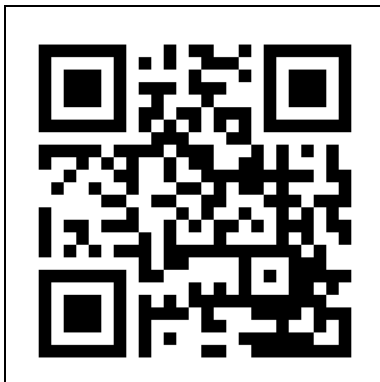

Figure 18
1. Ouvrez le manuel de l'application Eurom Smart avec le code QR (figure 18) ou allez sur [www.eurom.nl/nl/manuals](http://www.eurom.nl/nl/manuals).